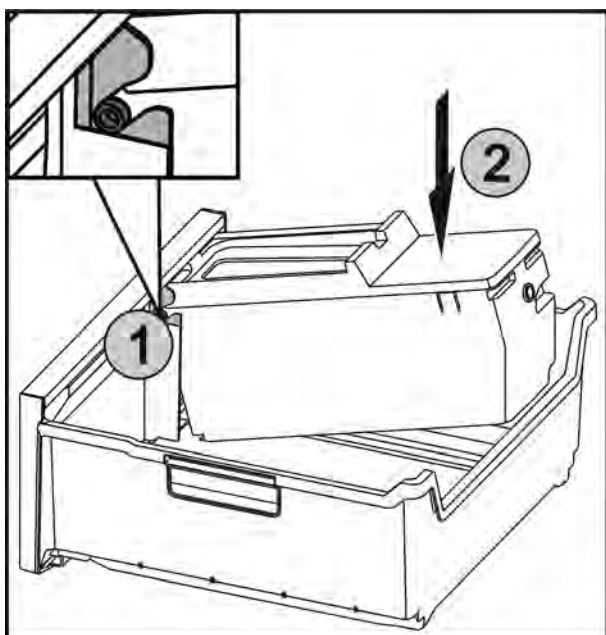

Fig. 40
- ▶ Вставить оси Fig. 40 (1) на EasyTwist-Ice в направляющие и вдавить заднюю сторону Fig. 40 (2) до фиксации наклейки.